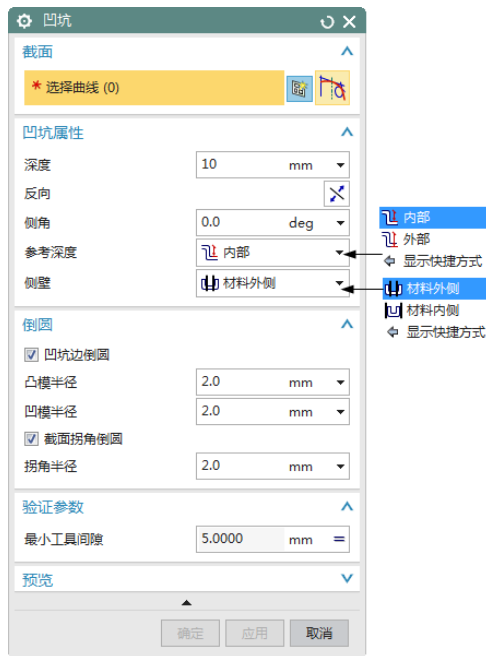

图 4-11 “凹坑”对话框
选择“菜单(M)”→“插入(S)”→“冲孔(H)”→“凹坑(D)”，或者单击“主页”选项卡“凸模”面组上的“凹坑”按钮 ，打开如图 4-11 所示的“凹坑”对话框。
- (1) 选择曲线：用来指定使用已有的轮廓线来创建凹坑特征，在图 4-11 “凹坑”对话
（2）绘制草图：在图 4-11 “凹坑”对话框中单击图标，可以在钣金零件放置面上绘制轮廓线草图来创建凹坑特征。